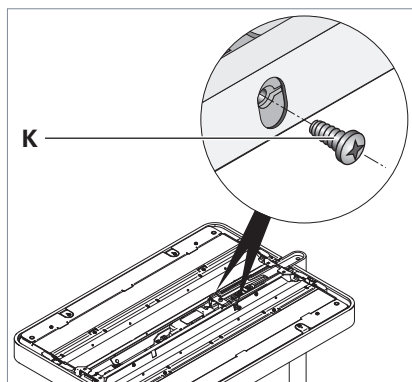

Fig. 6: Leuchtenkopf fixieren.
- Fixieren Sie den Leuchtenkopf, indem Sie die beiden Fixierschrauben **K** einschrauben und festdrehen, siehe Fig. 6. Der Leuchtenkopf ist um 90° drehbar.